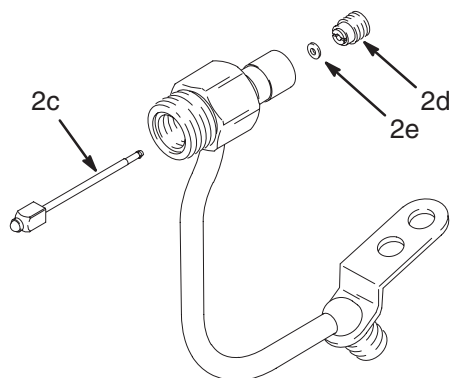

Fig. 12
- Extraiga la aguja (2c). Afloje el retén del sello (2d). Retire el sello (2e). Vea la Fig. 12.